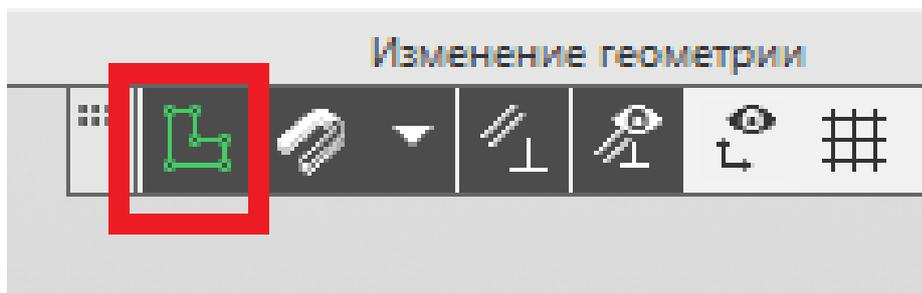

Рис. 160
32. Завершаем построение эскиза нажатием на пиктограмму «Создать эскиз» (рис. 160).